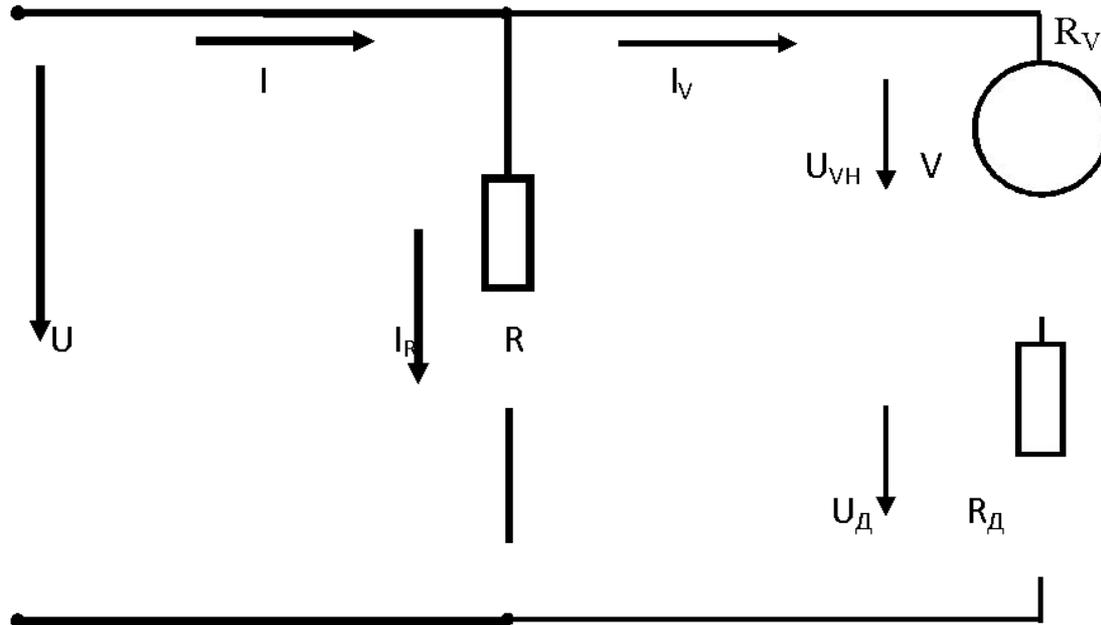

Рис. 6. Схема включения добавочного сопротивления R_D к вольтметру V .
- Для измерения величины напряжения на любом участке электрической цепи параллельно к нему включают вольтметр V , считая, что $R_{\text{д}}$ отсутствует в цепи (рис. 6). Параллельное включение вольтметра V в измеряемую цепь обусловлено тем, что его внутреннее сопротивление R_V очень большое (в идеале $R_V = \infty$). Следовательно, наличие его в цепи никак не сказывается на истинном значении измеряемого напряжения U (ток, протекающий через вольтметр $I_V = 0$), следовательно,
- Для расширения предела измерения вольтметра V в цепях напряжением до 500 В обычно применяют добавочное сопротивление R_D , включенное последовательно с обмоткой вольтметра V . (Рис. 6) По ГОСТу добавочные сопротивления изготавливают на номинальные токи $0,02 \div 30 \text{ мА}$, которые не должны превышать максимально допустимого тока прибора, равного $I_V = \frac{U_V}{R_V}$.